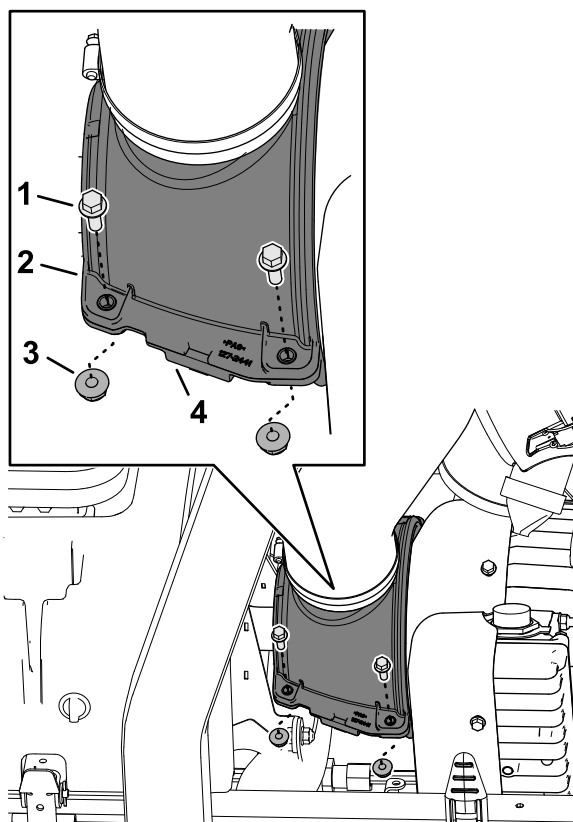

Рисунок 66
1. Отверните 4 колпачковых винта с фланцевыми головками и 4 фланцевые контргайки, которые крепят верхний и нижний кожухи воздушного охлаждения генератора (Рисунок 66).